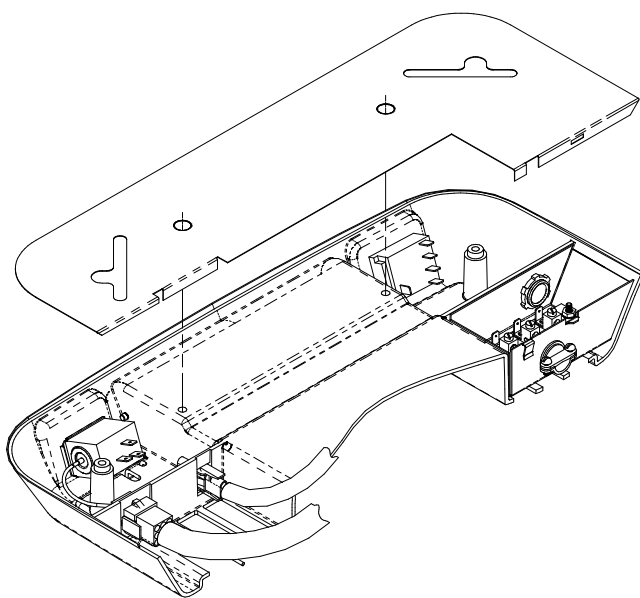

FIGURA 2
3. Enchufe el conducto eléctrico de la unidad del techo en el receptáculo de posición 9 ubicado al lado del termostato del conjunto de techo (vea la Figura 2).
7. Asegúrese de que todos los cables estén dentro de las cajas de control o en el pasacables entre las cajas del termostato y del interruptor y que no estén presionados por la cubierta de la caja de control. La cubierta de la caja de control estará correctamente instalada cuando los dos orificios de la cubierta estén alineados con los orificios de los tornillos de la tolva del conjunto del techo (vea la Figura 2).